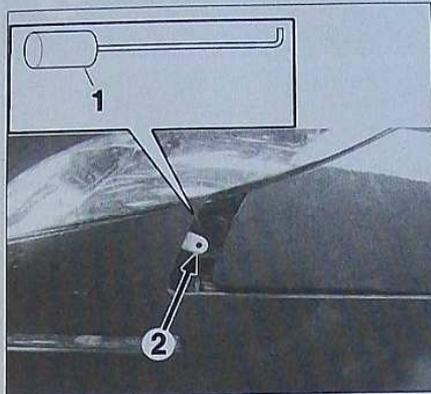

FIG. 2
- les fixations (1).
Déverrouiller les fixations G et D à l'aide d'un outil (1) en passant par l'intérieur du passage de roue (Fig.2)